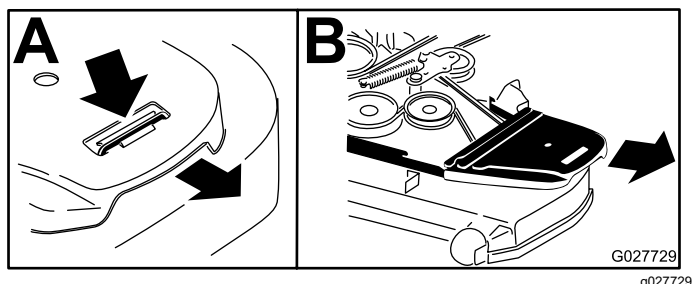

Figure 88
4. Déposez les protège-courroies (Figure 88).